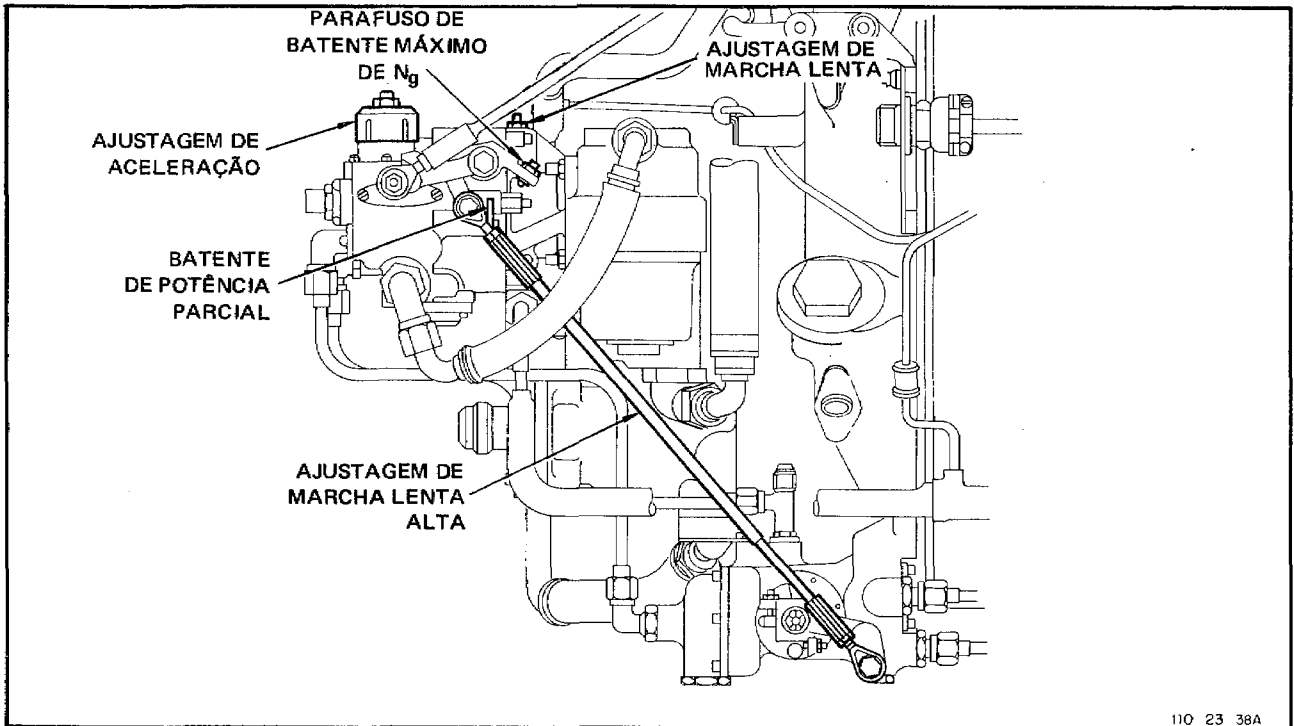

Figura 3-15. Batentes e Ajustagem do FCU
5. Gire, no FCU, o parafuso de ajustagem de marcha lenta (veja a figura 3-15) para 52% de N_g , como necessário.
3-57. AJUSTAGEM DO BATENTE DE N_g MÁXIMO (figura 3-15)